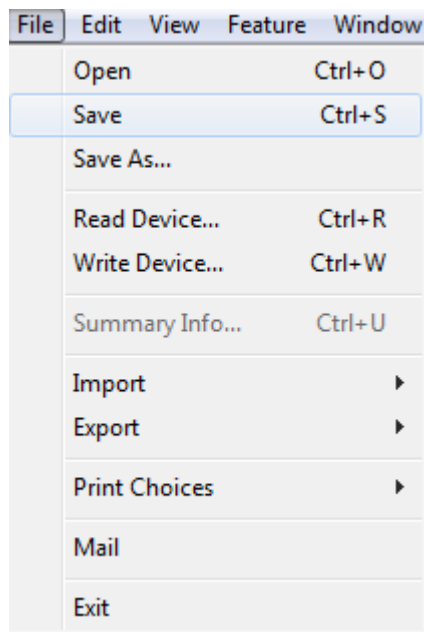

Figura 2.21 File Save.
2. En el menú principal escoja File y luego Save como en la Figura 2.21.